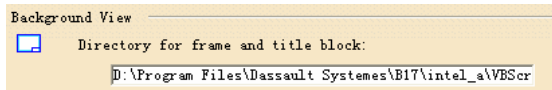

图 6-43
(3) Background View (背景视图) 选项组 (如图 6-43 所示)